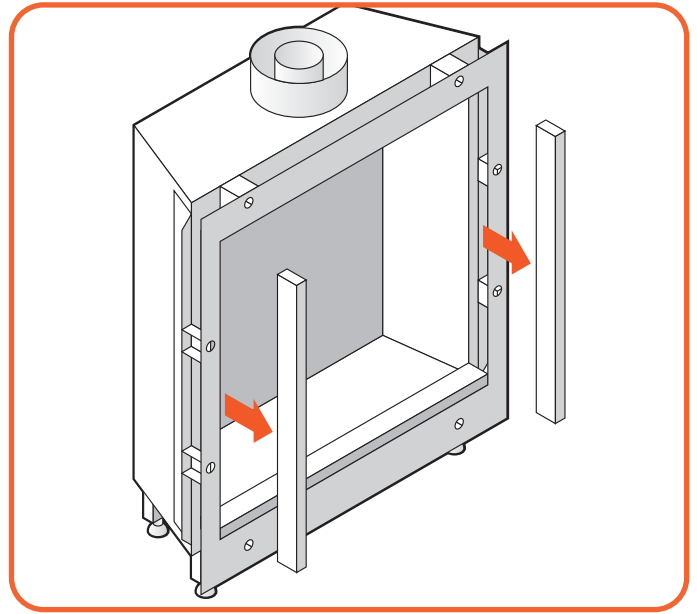

Abb. 9.5 Abneme die Seitenverkleidung
- Entfernen Sie beide Seitenverkleidungen. Sie werden durch magnetische Clips gehalten (Abbildung 9.5).